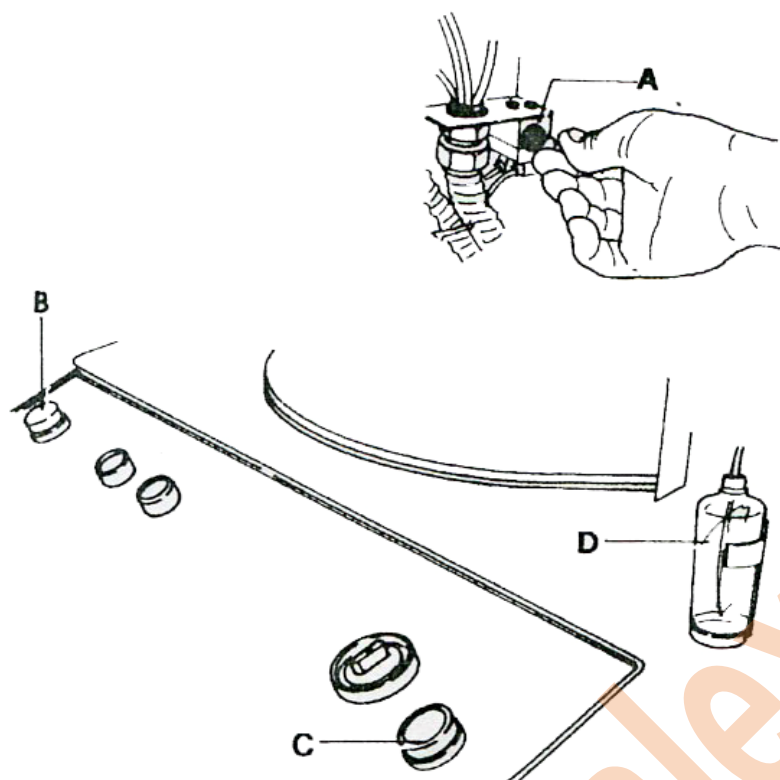

Рис. 10
5.6 Указания по охлаждению (Рис. 10)